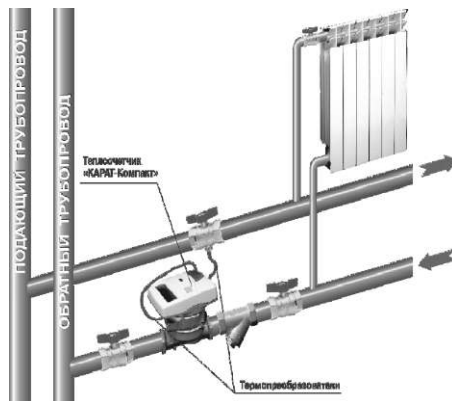

Рисунок 4.2 - Схема монтажа теплосчетчика *KARAT®-Компакт* в обратный трубопровод с установкой термопреобразователя в шаровый кран
- в специальный шаровый кран с отверстием под термопреобразователь (рис. 4.2).